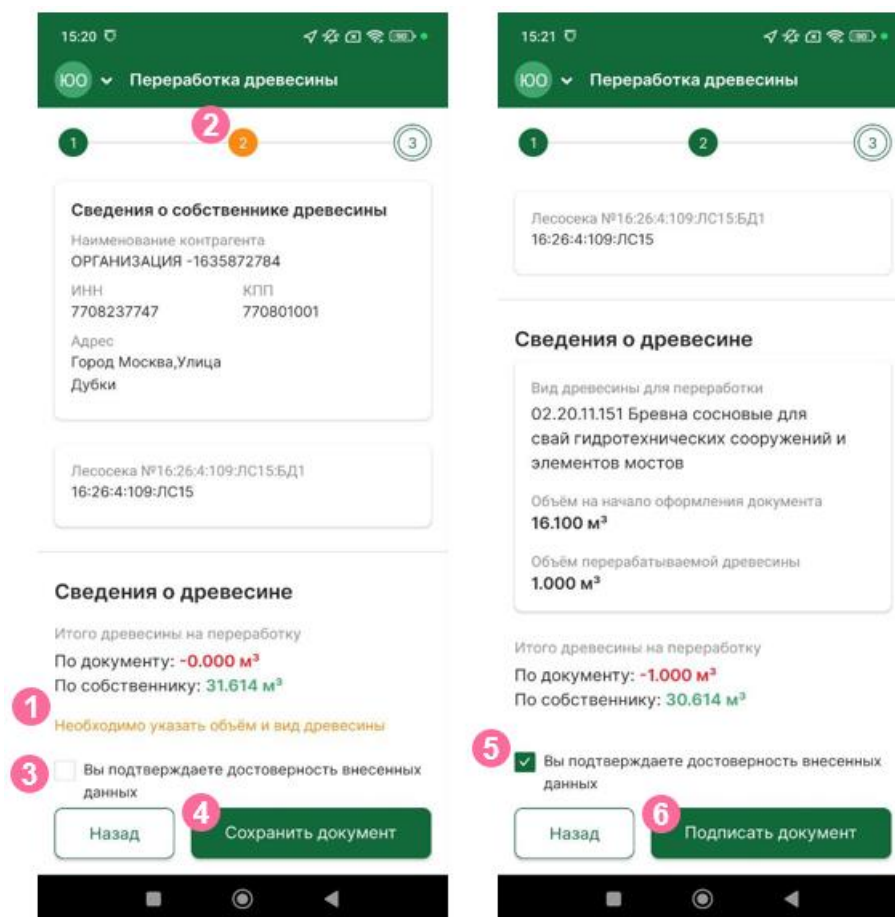

Рисунок 26 – Формирование документа о переработке древесины
- 6 Нажмите кнопку «Подписать документ» (рисунок 26).